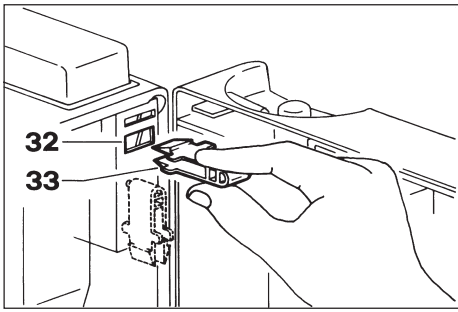

Fig. 14
- Aprire lo sportello ed inserire la chiave (33) nell'apertura (32) di azionamento dei microinterruttori di sicurezza (Fig. 14).